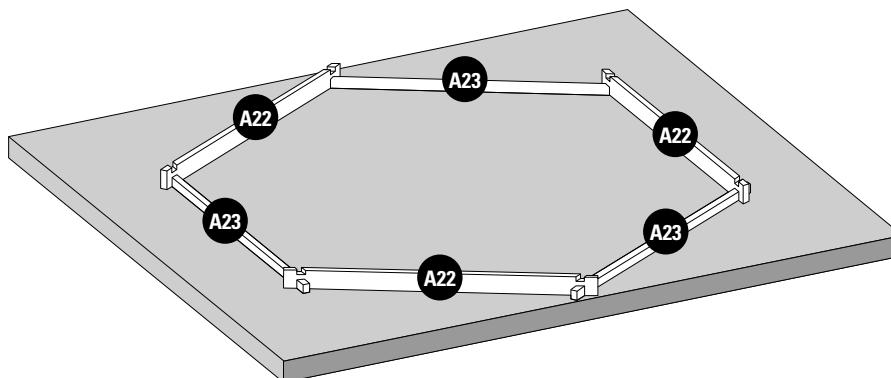

Fig. 1 / Abb. 1 / Afb. 1
**INSTALLATION OF THE FIRST LAYER OF BOARDS:** • Build the first crossing one (A23) board with an (A22) board as shown by figure 1. • Adjust the shape of the pool utilizing the inside dimensions indicated in the installation diagram (See page 42-45). • The drawing shows the inside dimensions of the pool for the different opposing diagonals.
**POSITIONNEMENT DE LA 1ÈRE RANGÉE DE MADRIERS :** • Constituez la première rangée, en croisant un madrier (A23) et un madrier (A22) comme indiqué sur la figure 1. • Ajustez la forme de la piscine en vous aidant des dimensions intérieures indiquées sur le plan d'implantation (Voir page 42-45). • Le plan donne les dimensions intérieures du bassin pour les différentes diagonales opposées.
**POSITIONIERUNG DER ERSTEN REIHE VON BRETTERN:** • Errichten Sie erste Reihe, indem Sie ein (A23) und (A22) Brett kreuzen Brett kreuzen wie Abb. 1 zeigt. • Passen Sie die Form des Pools an, indem Sie die angezeigten Innenmaße verwenden, die in der Einbauzeichnung (Siehe Seite 42-45) aufgeführt sind. • Die Zeichnung zeigt die Innenmaße des Pools für die verschiedenen gegenüberliegenden Diagonalen .
**PLAATSING VAN DE EERSTE RIJ PLANKEN:** • Construeer de eerste rij door en plank (A23) te kruisen met een plank (A22) zoals te zien is op afbeelding 1. • Plan de vorm van het zwembad aan waarbij u gebruik maakt van de interne afmetingen die zijn aangegeven op het montageplan (Zie pagina 42-45). • Het plan geeft interne afmetingen van het zwembad aan voor de verschillende tegenover elkaar liggende diagonale lijnen.